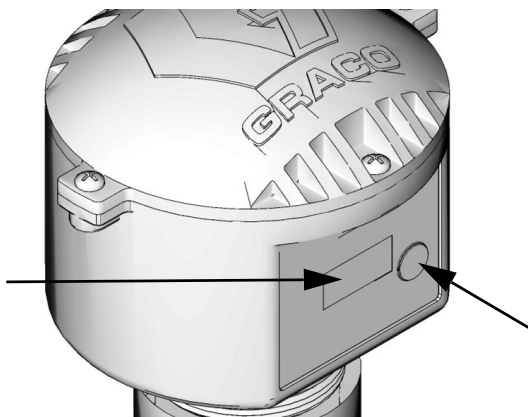

FIG. 8
apparaissent dans l'écran (B) ; chaque écran d'une durée de quelques secondes avant de passer au suivant. Voir FIG. 8.